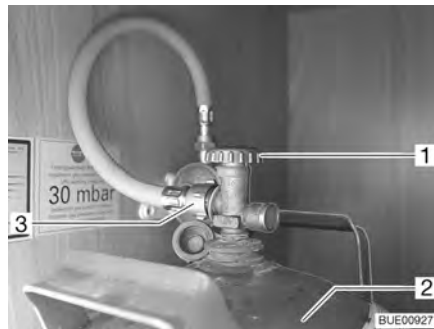

Fig. 94 Compartiment à gaz
- Fermer le robinet principal (Fig. 94,1) de la bouteille de gaz (Fig. 94,2). Observer le sens de la flèche.
- Dévisser à la main la lyre (Fig. 94,3) de la bouteille de gaz (filetage à gauche).